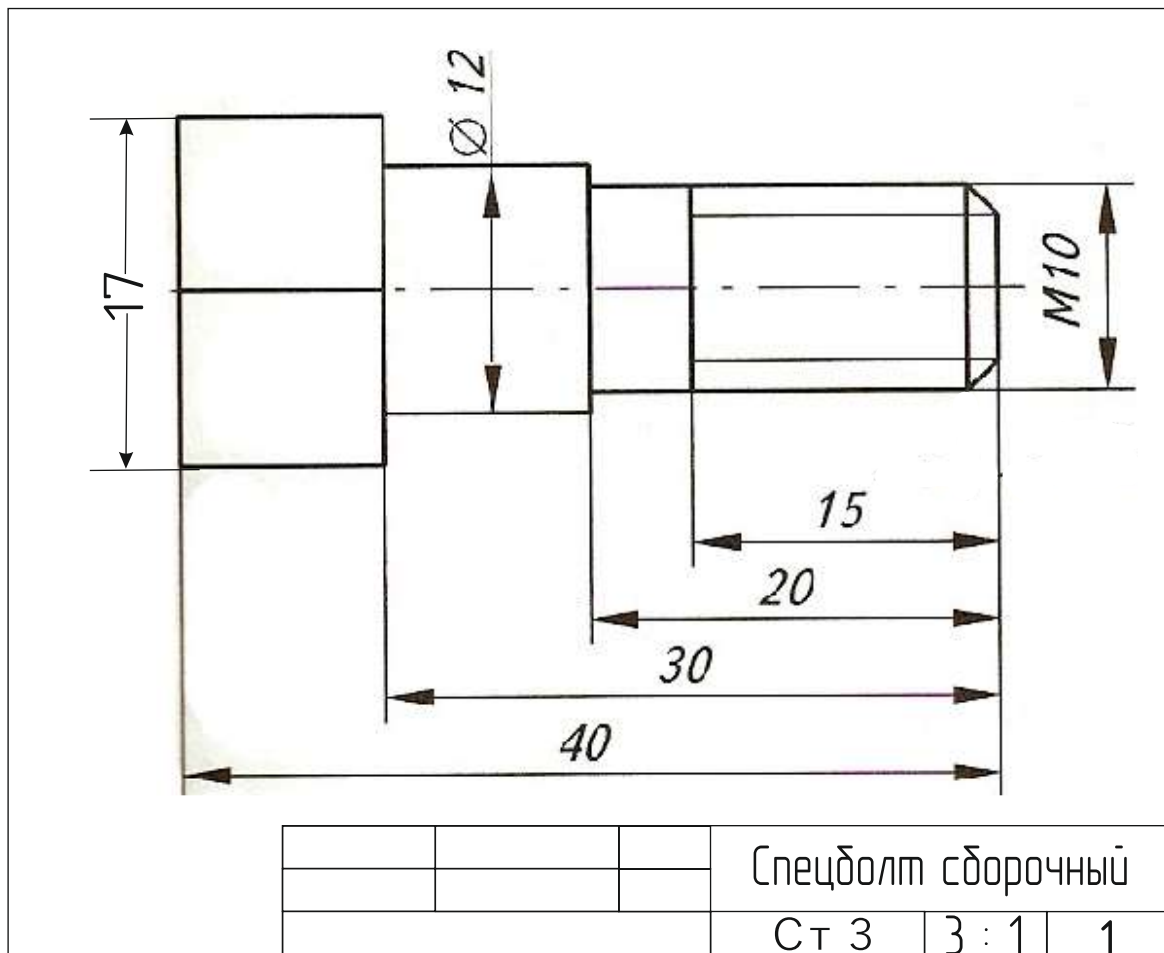

Рис. 1. Чертеж Спецболт сборочный
2. По чертежу изготовить Спецболт сборочный (рис. 1)